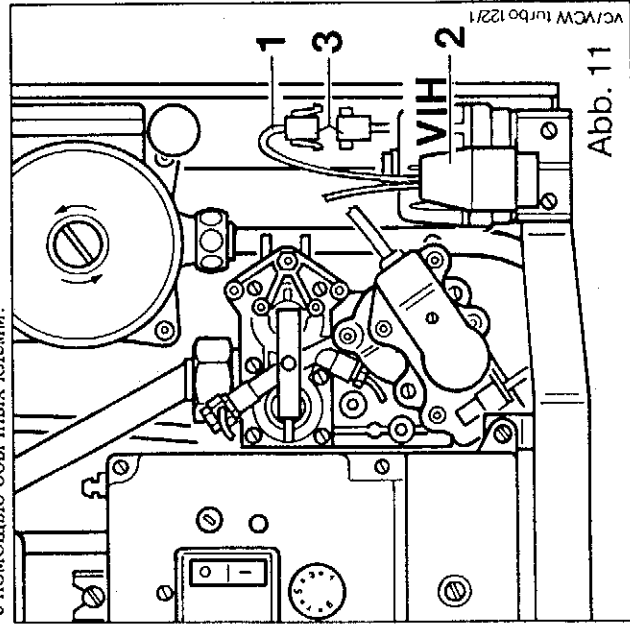

Abb. 11
- а) Отвинтить винт (8) на крышке щитка.
- б) Отвинтить накидную гайку кнопки разблокировки (10).
- в) Вывинтить винт (9) на плате выключателей.
- д) Аккуратно потянуть вперед крышку щитка переклощений (7) и поднять ее вверх.
- е) Вывинтить два винта (16) на обратной стороне платы (15) и вынуть плату из щитка.
- ж) Теперь обеспечен доступ к штекерному штифту - маркировка 14 - на лицевой стороне платы (15) для подключения. Расположение штекерного штифта на плате см. на рис. 11.